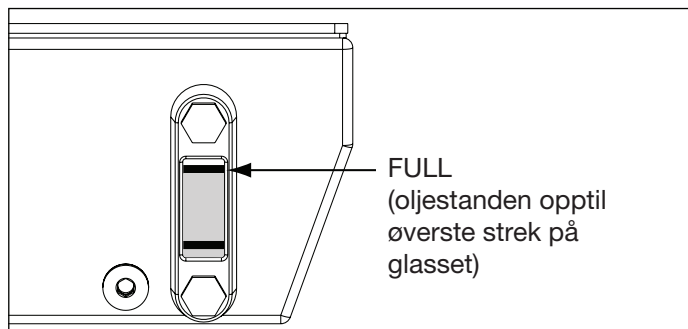

Figur 1, luftelukk og oljefylleplugg
Se figur 1. Det sitter en transportplugg (A) i luftpporten på toppen av tanken. Før du bruker pumpen må du skifte ut transportpluggen (A) med luftelokket (B) og adapterkoplingen (C).
Kontroller oljenivået på pumpen før oppstart. Tanken er full når oljestanden er opp til den øverste streken på nivåglasset, som vist i Figur 2. Om nødvendig, etterfyller du olje ved å ta oljefyllepluggen (D) ut av påfyllingsrøret, som vist i Figur 1. Bruk Enerpac HF-olje (ISO-grad 32).